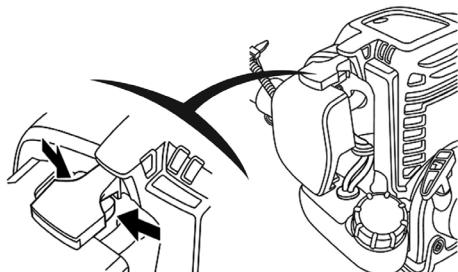

Рис. 16 Снятие крышки воздушного фильтра
- Нажмите на фиксаторы и снимите крышку воздушного фильтра (Рис. 16).